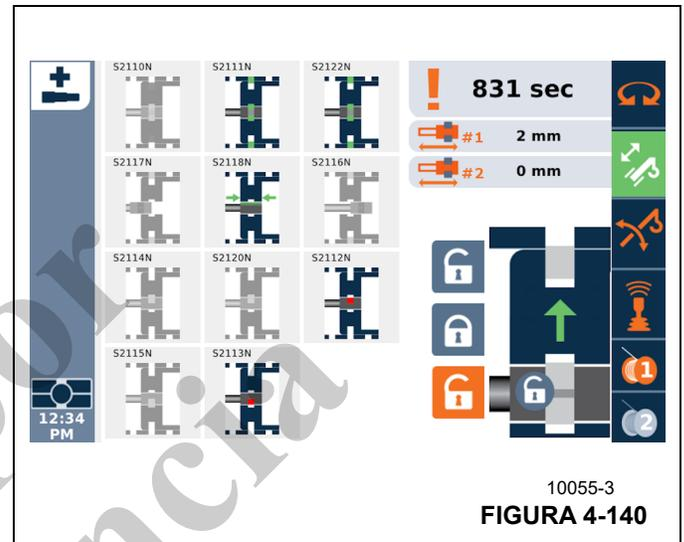

FIGURA 4-140
La sección telescópica puede bloquearse (si el accionador puede liberar los pasadores de sección y si la sección de pluma telescópica está realmente alineada con un agujero de fijación). La vista debe aparecer como se muestra en la Figura 4-140. En particular, S2110N debe apagarse y S2111N y S2112N deben encenderse.
El cilindro telescópico queda desbloqueado. En la posición desbloqueada, la vista debe aparecer como se indica en la Figura 4-140. El cilindro telescópico está desbloqueado de cualquier sección de pluma telescópica (se muestra un símbolo de bloqueo cerca de la representación gráfica del cilindro telescópico; consulte el artículo 1 en la Figura 4-136).
- Los indicadores de interruptor de proximidad para S2117N, S2118N y S2116N se usan para alinear el cilindro telescópico con el agujero en la sección de pluma. S2118N está conectado cada vez que los pasadores del cilindro telescópico estén en la sección de base o cerca al extremo del miembro soldado de la sección de pluma donde el agujero está ubicado. S2116N se conecta cuando el cilindro telescópico se ha extendido más allá del orificio. S2117N se conecta cuando el cilindro telescópico no se ha extendido lo necesario para llegar hasta el orificio. Por lo tanto, debe accionarse el cilindro telescópico hasta que S2118N quede conectado y S2116N y S2117N queden desconectados. Esto es lo que se muestra en la Figura 4-140.